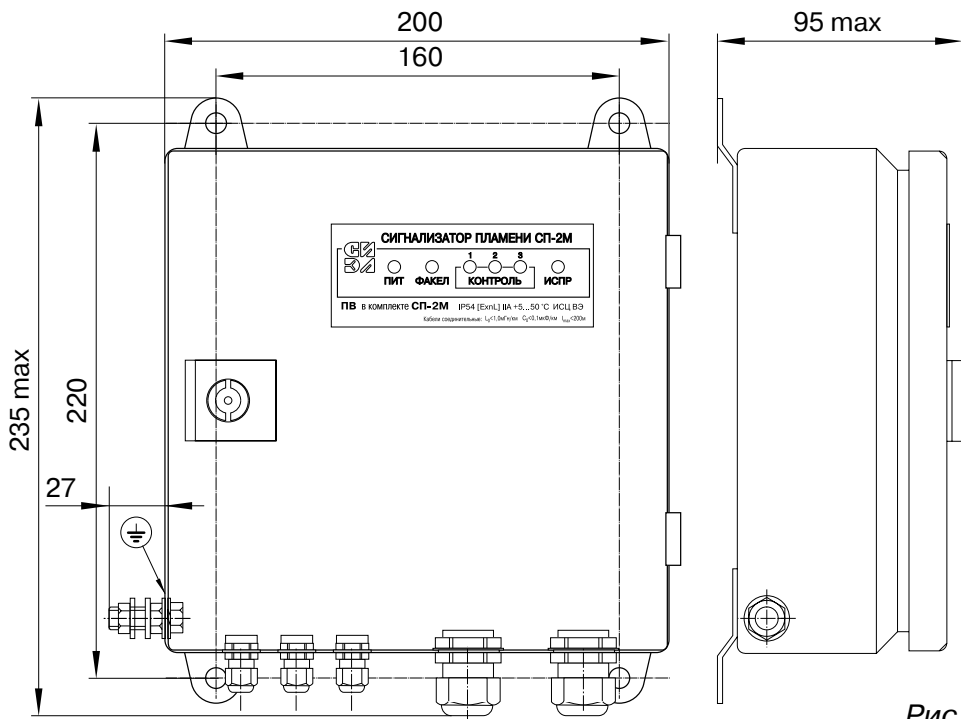

Рис. 3
3.4.2. Прибор вторичный выполнен в стальном корпусе с открывающейся специальным ключом передней панелью, установленной на поворотных петлях (см. рис.3).